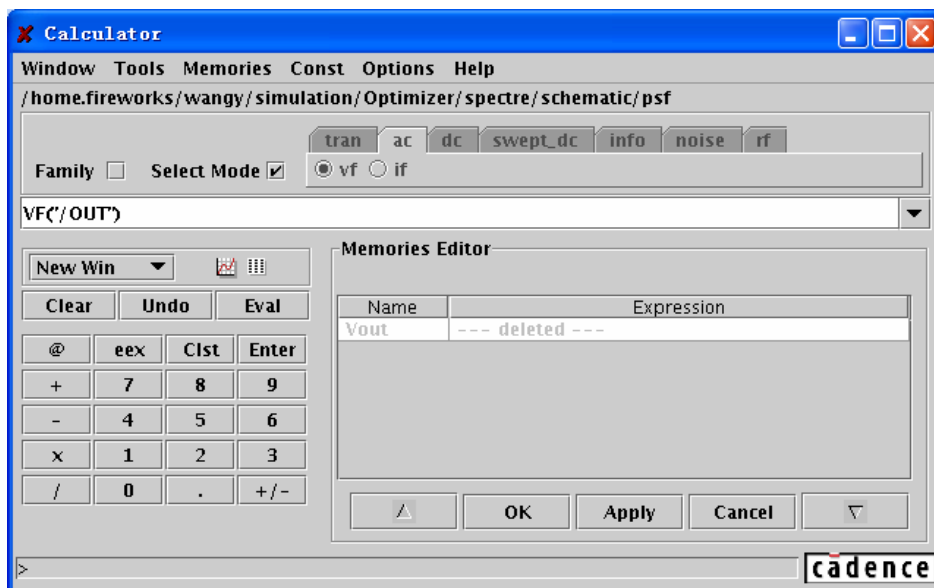

图 8.29 “Delete” 的使用与恢复
- “Delete”: 删除存储项。在点击 “OK” 或 “Apply”，确认删除前，被删除的存储项仅仅显示变灰，如图 8.29 所示。此时可以通过 “Undelete” 将其恢复。